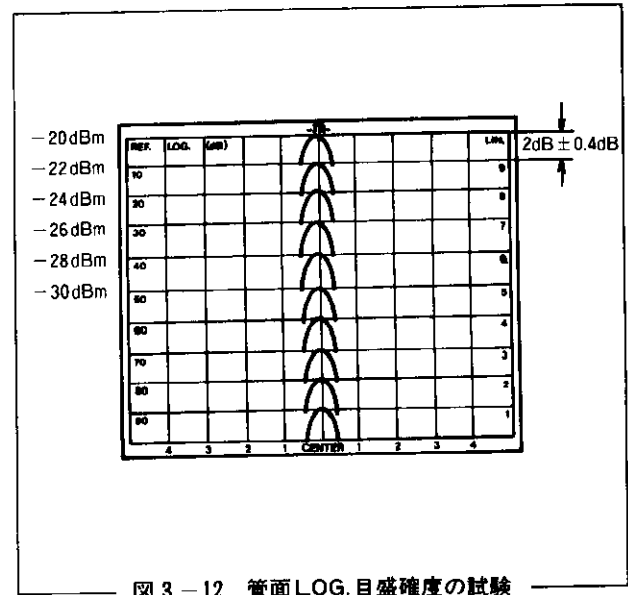

図3-12 管面LOG.目盛確度の試験
4. 外部ATT. を0dBから10dBまで順次切換え外部ATT. の1dBステップに対する管面の表示変化が、2dB±0.4dB以内であることをチェックします。〔図3-12〕